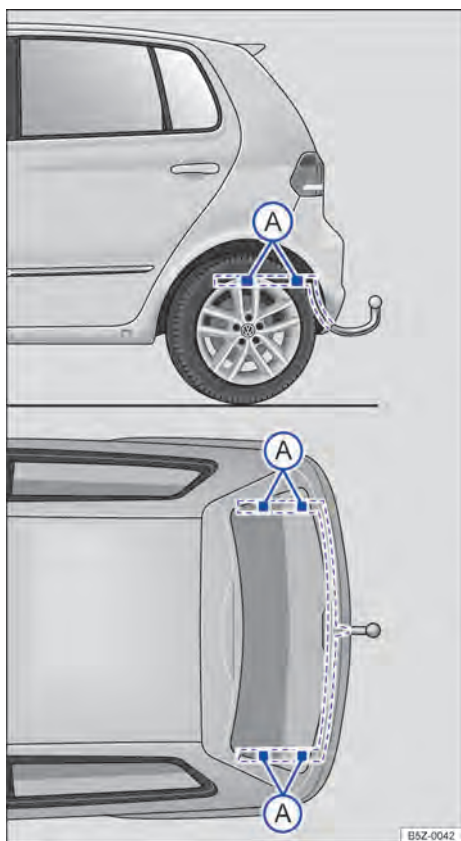

Fig. 141 Pontos de fixação para instalar um dispositivo de reboque posteriormente.
A figura → Fig. 141 ilustra, como exemplo, o ponto de fixação para instalar um dispositivo de reboque do modelo Fox.
A montagem posterior de um dispositivo de reboque deverá ser efetuada de acordo com as instruções do respectivo fabricante do engate, sempre respeitando os pontos de fixação indicados na → Fig. 141 (A).